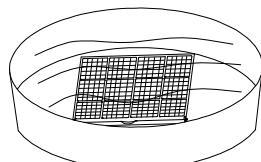

Abb. 17
(3). Legen Sie den Verdampferfilterrahmen, den Kondensatorfilterrahmen, das Verdampferfilternetz und das Kondensatorfilternetz in warmes Wasser (ca. 40°C), dem zur Reinigung Neutralreiniger zugesetzt wird, und trocknen Sie sie anschließend im Schatten (siehe Abbildung 17).